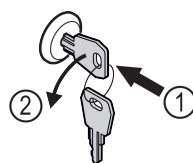

Fig. 181
- Introduceți cheia prin apăsare. Fig. 181 (1)
- Rotiți cheia cu 90° în sens invers acelor de ceasornic. Fig. 181 (2)